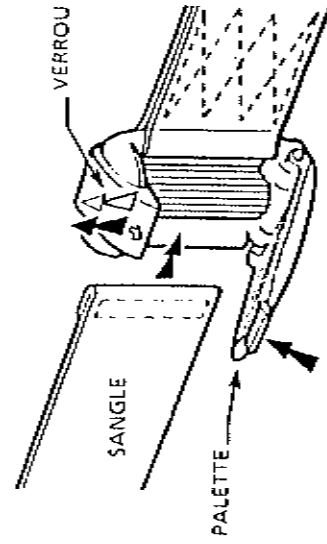

Figure 7.10B - CEINTURE AR (à sangle)
- Ceintures arrière (à sangle) (Voir Figure 7.10B)